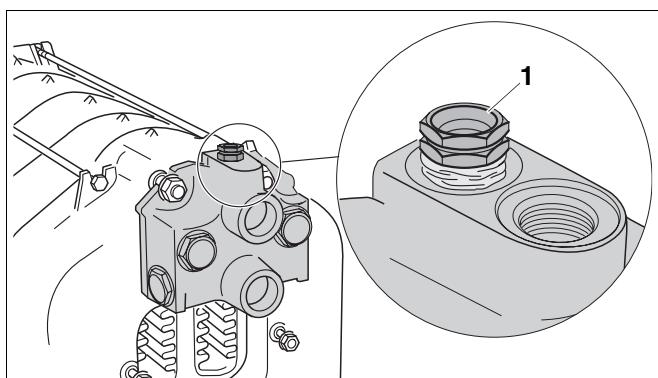

Рис. 26 Установка гильзы для датчиков
- Заглушить подающую и обратную линии (воздушник установить на фитинге Rp ¾) (→ рис. 26).